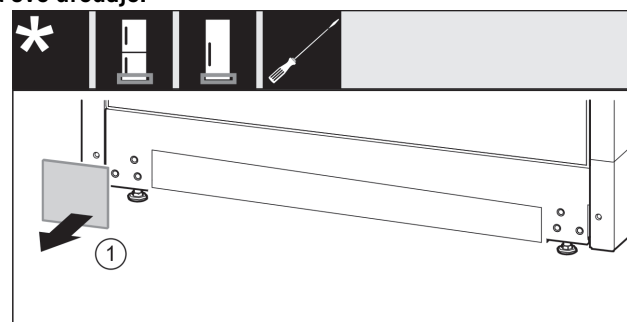

Fig. 20
- Skinite poklopac Fig. 20 (1).